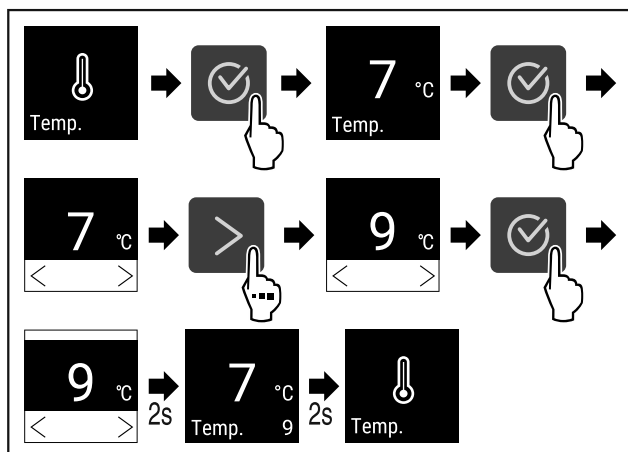

Fig. 66 Endre temperatur fra 7°C til 9°C
- ▶ Følg anvisningene (se Fig. 66).